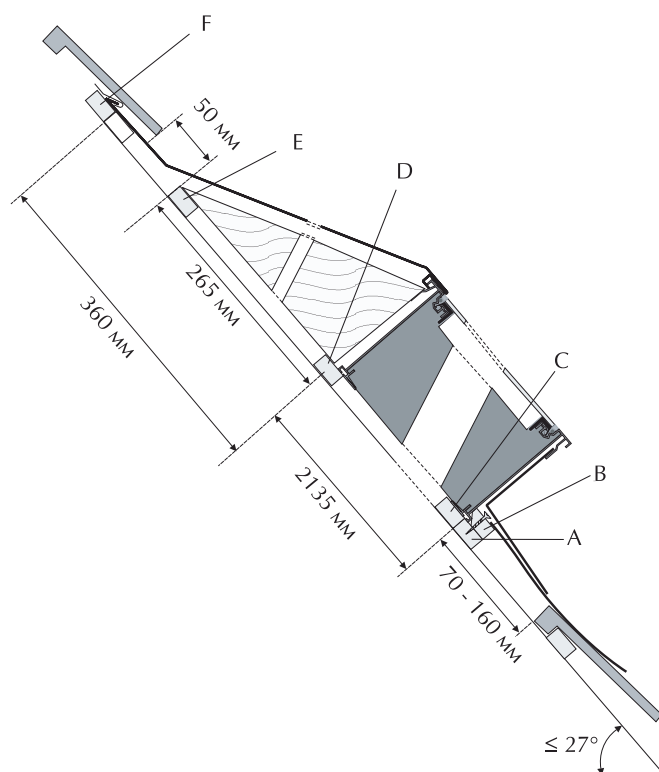

Рис. 3.2 Продольный разрез монтажа,встроенного в крышу. Буквы А–F указывают положение монтажных реек.
8. Рейку **Ф** (для крепления верхних замыкающих металлических листов) смонтировать на расстоянии ее нижнего края от середины рейки **Д** в 360 мм (смотри рис. 3.2).